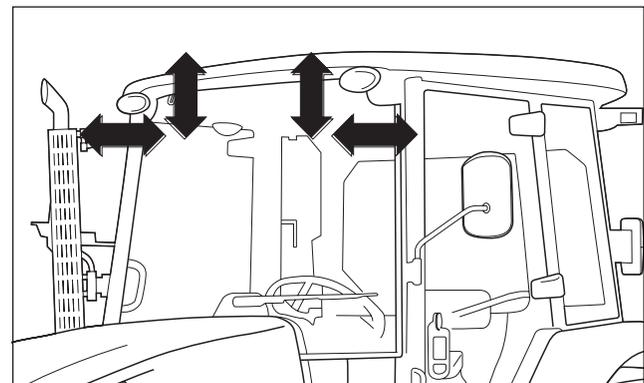

FIG. 127
**FIG. 127 et 128 :** Réglez le faisceau de lumière comme suit :